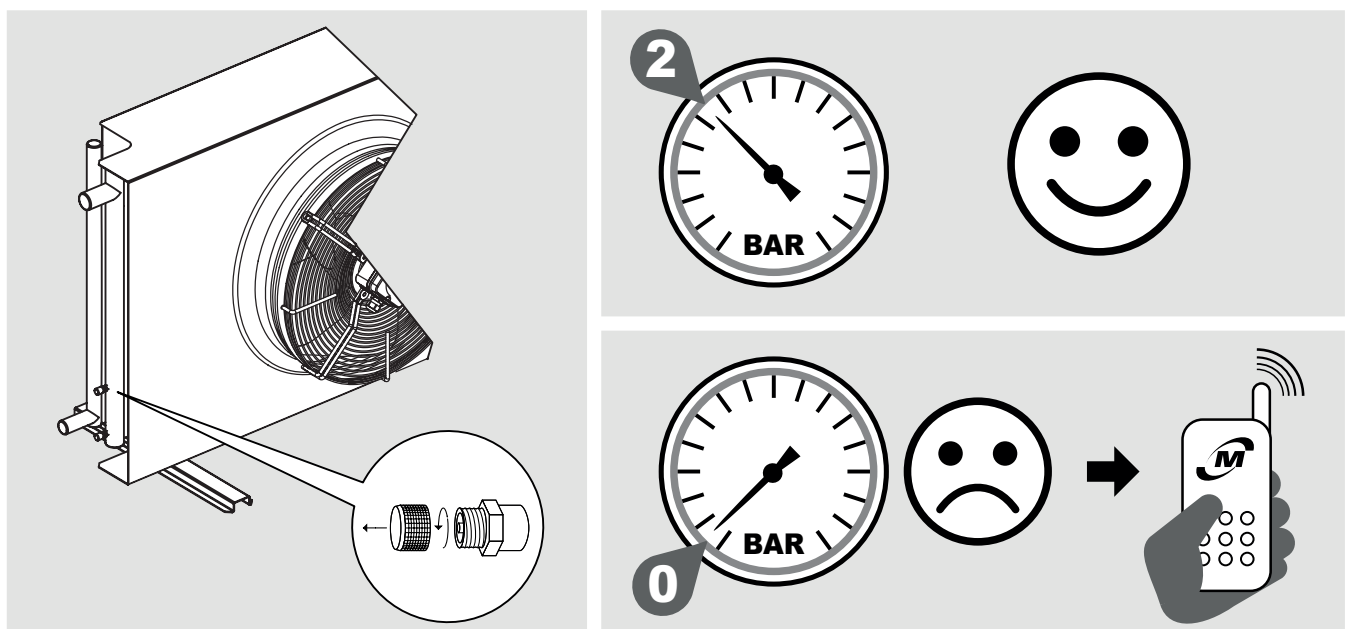

Figura 2
- 4.2 Los intercambiadores de los condensadores y de las enfriadoras de gas se suministran con una precarga de aire seco de 2 bar y disponen de conexiones de carga de 1/4" SAE. Controlar la presencia de presión, en ausencia de presión comunicarse inmediatamente con Modine e indicar el problema en el documento de transporte. La falta de presión indica una pérdida causada por un daño sufrido durante el transporte. Véase Figura 2.